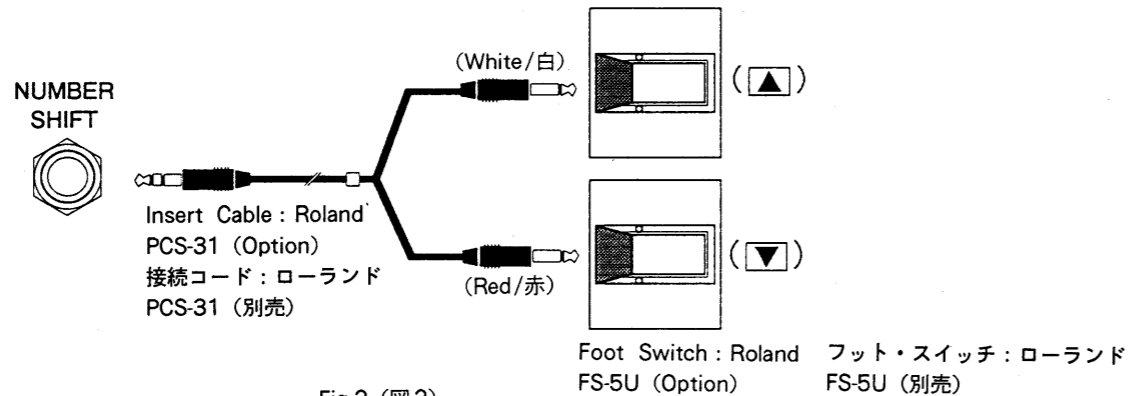

Fig.2 (図2)
- a). Connect an FS-5U or FS-5L to the [EFFECT REMOTE] and [NUMBER SHIFT] jacks. When connecting to the [NUMBER SHIFT] jack, use a PCS-31 insert cable, and make connections as shown in Fig.2.
- a). FS-5U,FS-5Lを [EFFECT REMOTE],[NUMBER SHIFT] ジャックに接続します。[NUMBER SHIFT] ジャックに接続する際は、インサート・ケーブル"PCS-31" を使用して、図2のように接続して下さい。